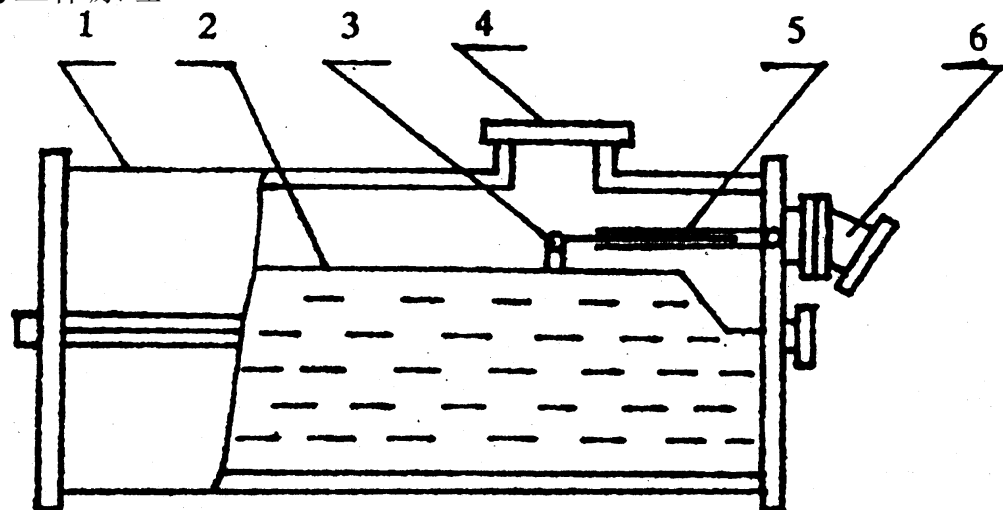
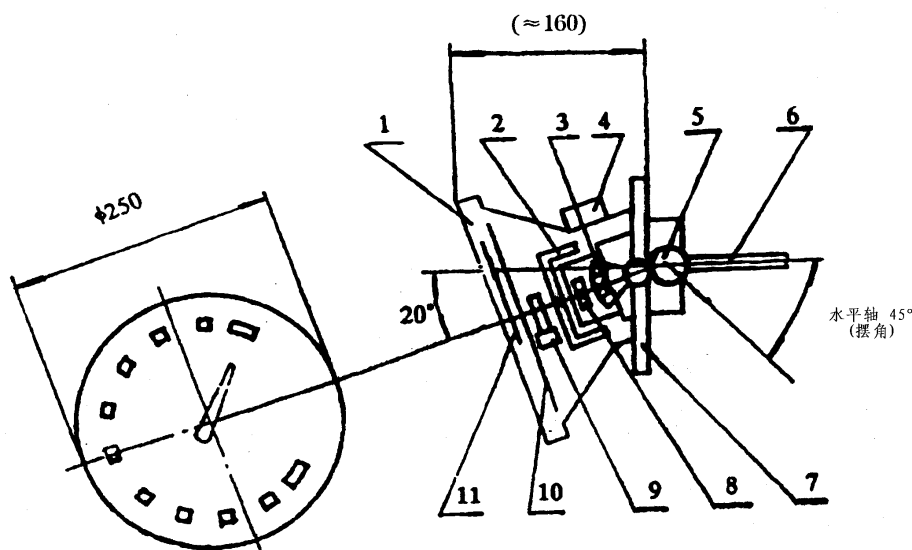

图 1 隔膜式储油柜结构简图
图 2 油位表结构示意图
如图 1 所示，油位表安装在储油柜的端面上方，通过连杆与密封隔膜上的铰链相连。当储油柜内油位升高或降低时，隔膜也随之上下，从而使连杆作铅垂升降运动。如图 2 所示，再通过连杆带动一对圆柱齿轮和一对伞齿轮，使与伞齿轮同轴的主动磁钢随之转动。通过磁扭矩作用，带动从动磁钢。这样可使与从动磁钢同轴的指针在表盘上指示出油位来。这里传递摆角，连杆作成两节活套导向可伸缩结构
- 检查指针是否松动，转动是否灵活平稳。当连杆摆到最低位(-45°)和最高位(0°)时，表针应分别指示出“0”和“10”刻度且能准确报警。这里以水平轴为基准， -45° 即指由水平轴至下 45° (参看图 2)。本油位表连杆的工作摆角为 45° 。